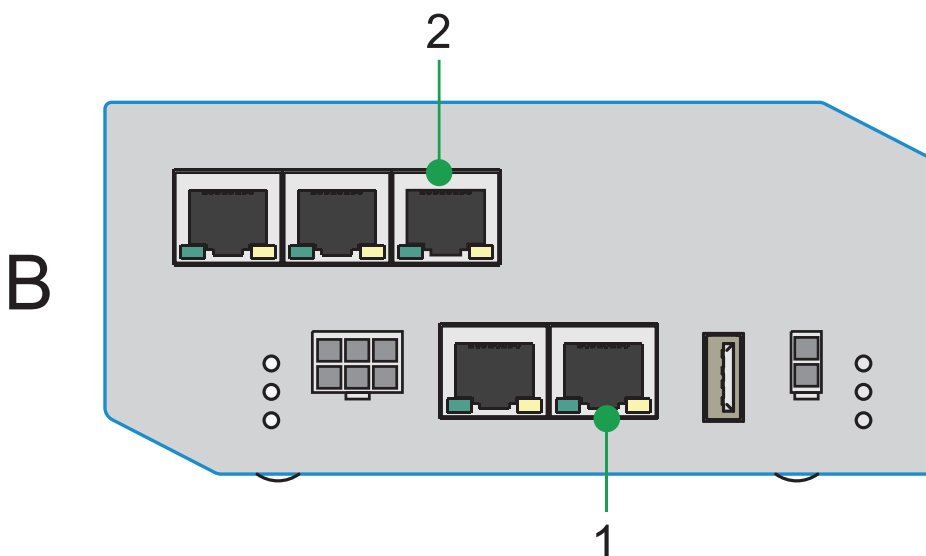

Fig. 24 Conexión del router VPN, caso B
B: Para dispositivos AlsoEnergy (2) y router del cliente (1) en dos redes diferentes (ver fig. 24).